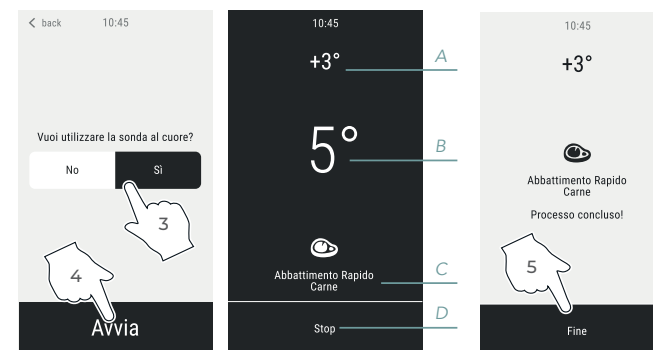

Fig. 16.
- Ensuite, un écran demande si le cycle choisi doit être réglé avec une sonde cardiaque Fig. 16. ou en réglant la température de l'aliment (à température ambiante ou chaud) à traiter et sa quantité.